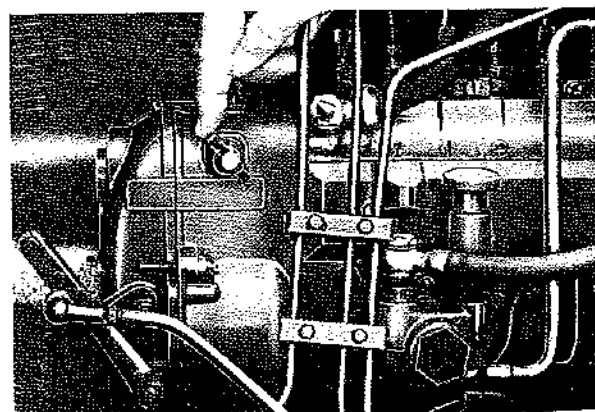

Fig. 107
- Avviare il motore inserendo nei motori equipaggiati con pompe VM, il dispositivo di supplemento combustibile (Fig. 107).